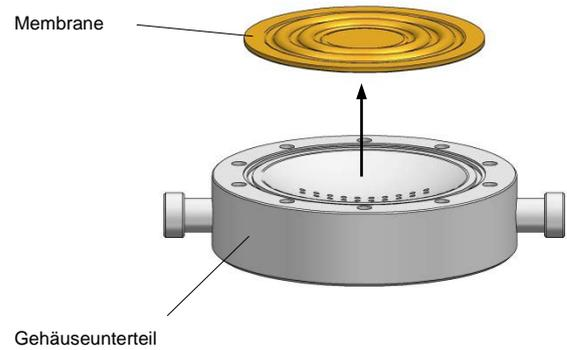

Abb. 28 Membranwechsel (Kunststoff-Ausführung)
- Membrane entnehmen (siehe Abb. 28).